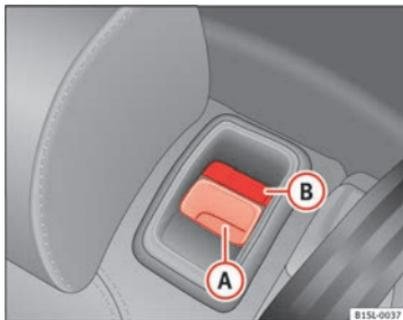

Fig. 67 Asiento trasero: tecla de desbloqueo (A); marca roja (B).
- Tire de la tecla de desbloqueo ⇒ fig. 67 (A) hacia delante y levante al mismo tiempo el respaldo del asiento trasero.
- El respaldo del asiento trasero se encuentra enclavado cuando se ve la marca roja de la tecla (B).